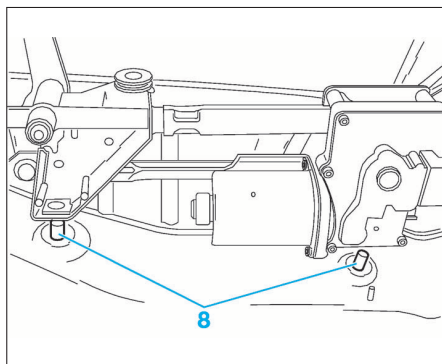

FIG. 20
L'opérateur devra s'assurer de la mise en place des deux pions de centrage (8) situés derrière le motoréducteur (sinon le mécanisme se monte avec un risque de dysfonctionnement et peut être amené à toucher le pare-brise) ; Seul le toucher en aveugle permet de savoir si les pions sont dans leur logement (Fig.20).
- serrer les fixations (2) et (3) à 1 daN.m